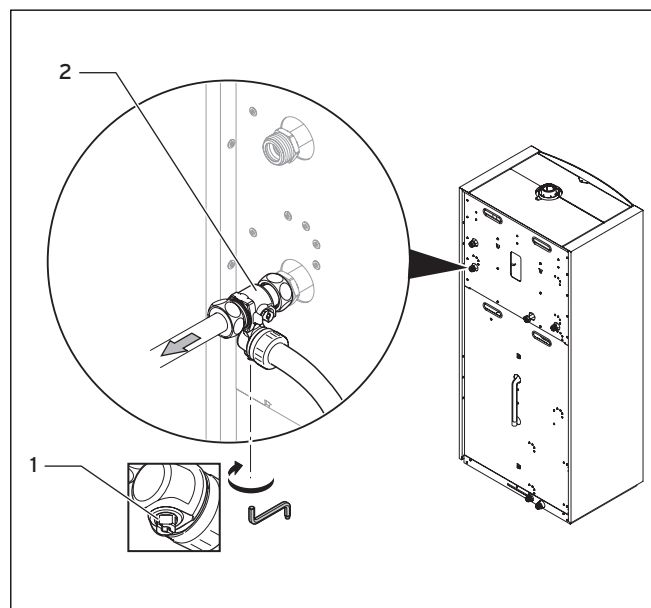

Abb. 7.10 Wartungshahn am Heizungsanlauf öffnen
- Öffnen Sie den Wartungshahn (1) des Heizungsanlaufs (2) (→ **Abb. 7.10**).